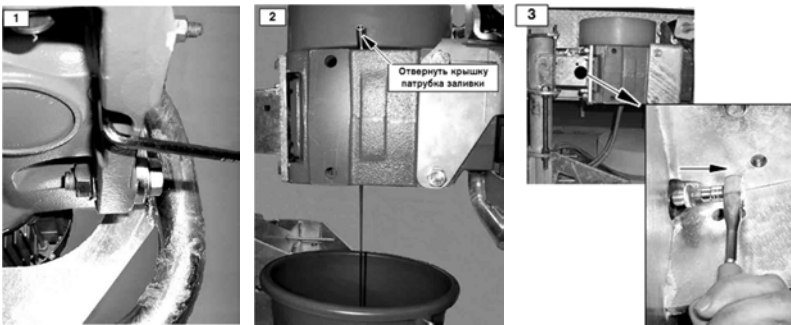

Рисунок 3.2 – Для замены масла
- Отвернуть винт слива масла (1) и отвернуть крышку патрубка заливки (2) (рис. 3.2).